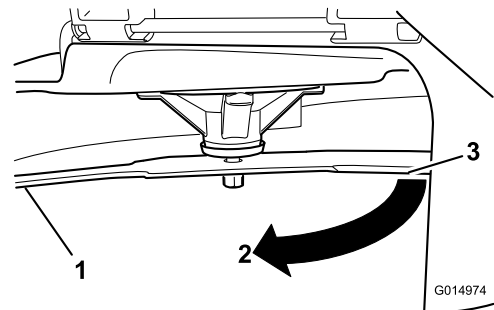

Figura 75
4. Gire la misma cuchilla 180 grados de manera que el otro extremo esté en la misma posición (Figura 75).